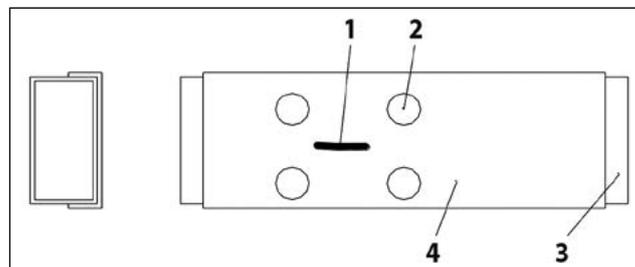

Figura 5-7-3
4. Ao reforçar, a fissura [1] deve estar no meio da placa de reforço, e a junta sobreposta da placa de reforço é soldada à superfície da asa e à superfície frontal da viga longitudinal, conforme mostrado na Figura 5-7-3.